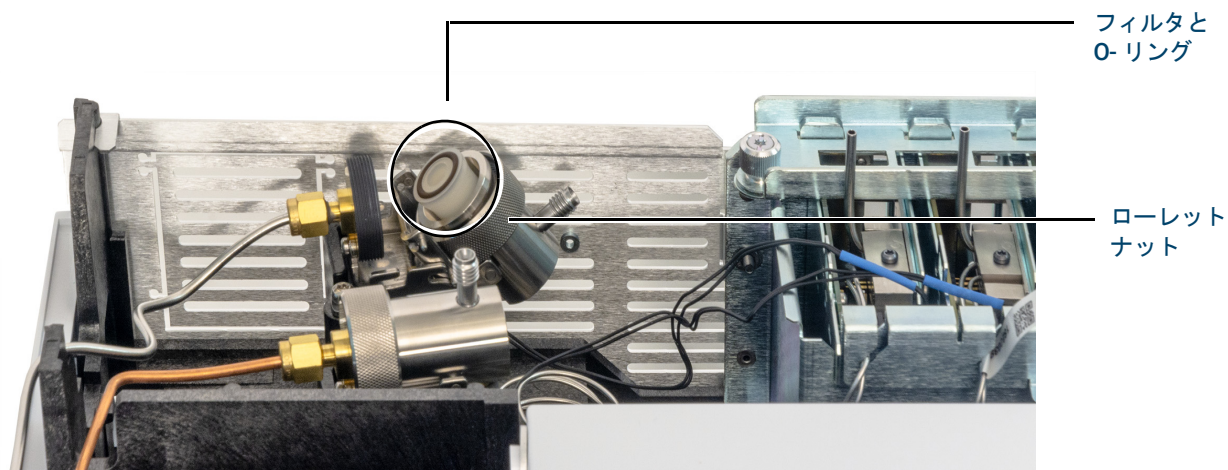

図 35. トラップアセンブリをスライドさせてフィルターが見えるようにする
- 図 35 に示すように、トラップアセンブリを固定用ブラケットからスライドさせ、上方に傾けてフィルタが見えるようにします。